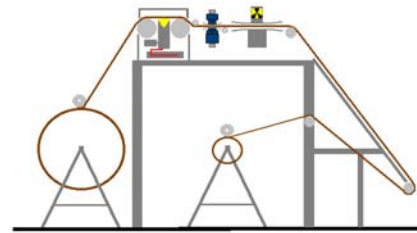

Bild4: Eingangskontrolle
- a) Wareneingangskontrolle (Roh- u. Weißware, Farbware) (Bild 4)